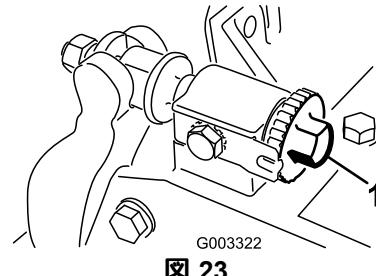

図 23
1. ベッドナイフ調整ノブ **図 23** を左に回して、ベッドナイフとリールの接触を完全になくす。